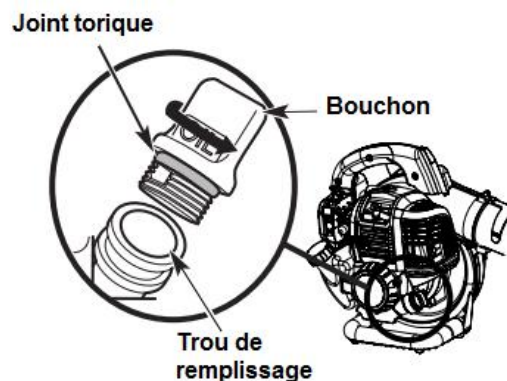

Fig. 4
- Dévissez le bouchon de remplissage d'huile (Fig. 4).
- Versez tout le réservoir d'huile dans l'orifice de remplissage d'huile (Fig. 4).
Remarque : Assurez-vous que le joint torique est en place sur le bouchon de remplissage d'huile (Fig. 4).